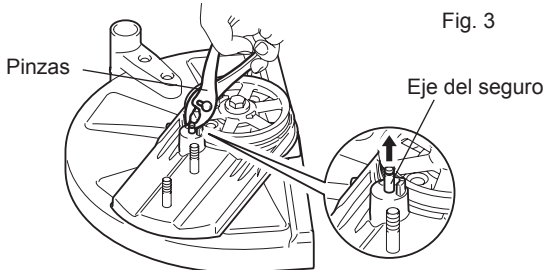

Fig. 3
- Levante el eje del seguro con un destornillador acanalado o con unas pinzas. (Fig. 3)